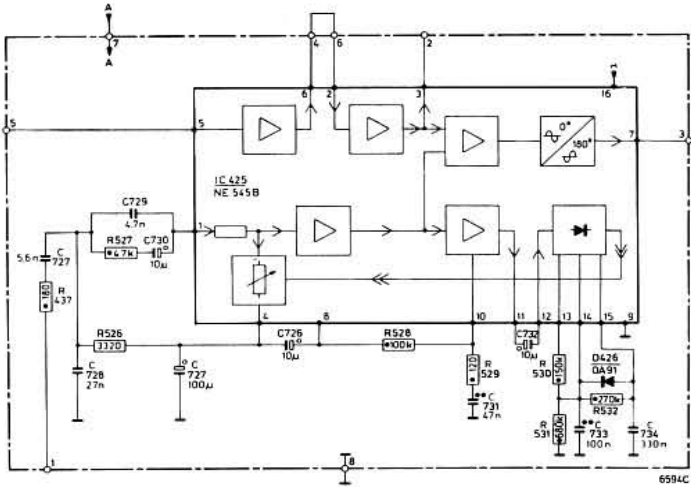

Fig. 29
- b R 437 (180ohm) moet gewijzigd worden in R 525 in het elektrische schema (fig.29) van de Dolby unit; ook C 727 moet gewijzigd worden in C 725.